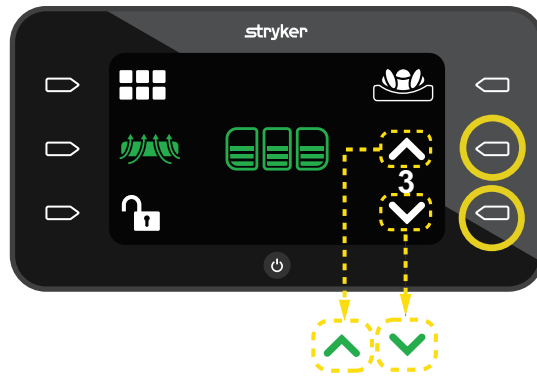

Figura 29 – Modo estático ligado
3. Prima o botão de **Ação** perto da **seta para cima** ou **seta para baixo** para aumentar ou diminuir o nível de pressão estática de 1 para 5 (Figura 29).